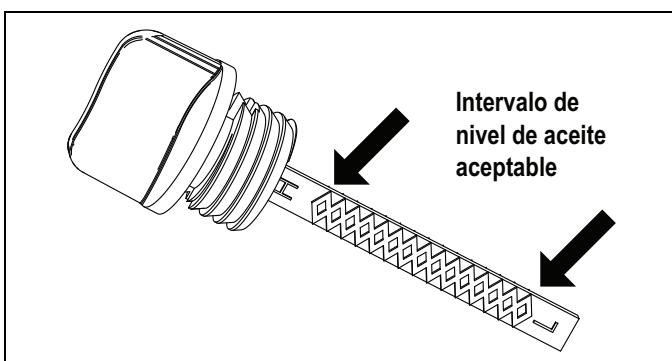

Figura 6-2. Varilla de medición
5. Si el nivel es bajo, llene hasta que el nivel de aceite esté entre "L" y "H" en la varilla de medición (Figura 6-2.).